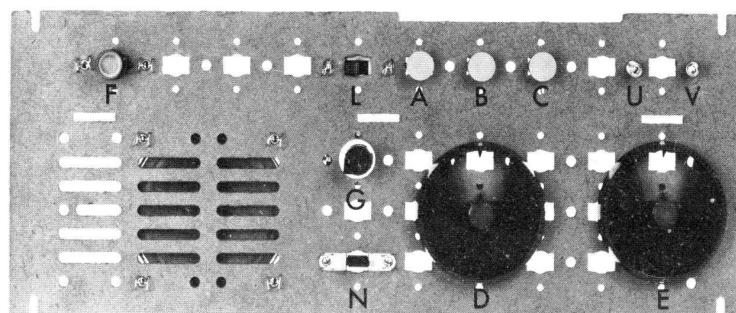

fig. 54
2.1. Montera serviceelementen på främre plattan enligt fig 54. Detta foto visar den kompletta uppbyggnaden EE 1003 till EE 2006.